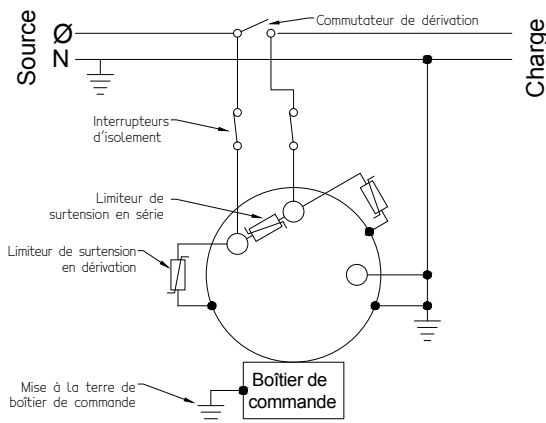
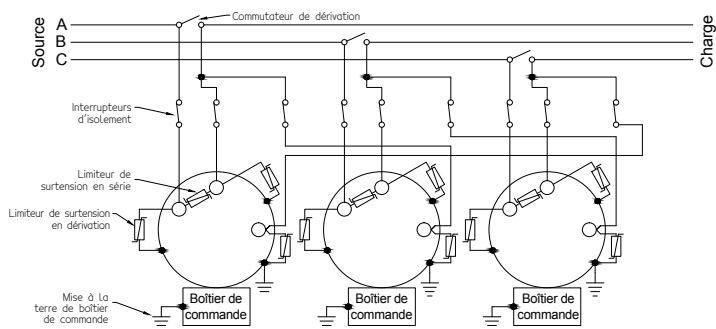

Figure 3. Régulation d'un circuit monophasé
Figure 7. Régulation d'un circuit triphasé à trois fils avec trois régulateurs (connexion en delta fermé)
Un régulateur peut réguler un circuit monophasé ou une phase d'un circuit en étoile ou en delta triphasé. Deux régulateurs connectés phase à phase en delta ouvert ou trois régulateurs connectés phase à phase en delta fermé peuvent réguler un circuit triphasé à trois fils. Dans le cas d'une connexion en étoile, trois régulateurs peuvent réguler un circuit en étoile triphasé à quatre fils à prises de mise à la terre multiples. Trois régulateurs ne doivent pas être connectés directement en étoile sur des circuits triphasés à trois fils en raison de la probabilité d'un décalage du neutre, à moins que le neutre ne soit connecté au neutre d'une batterie de transformateurs de distribution connectés en étoile ou au neutre du secondaire d'un transformateur de sous-station. Les connexions typiques sont illustrées de la Figure 3 à la Figure 7. Consulter la section « Limiteurs de surtension en dérivation » à la page 13 pour obtenir des informations sur l'application de limiteur de surtension en dérivation.
**Note:** Les interrupteurs individuels sont illustrés dans les schémas de connexion typiques (Figure 3 à Figure 7), pour démontrer les fonctions de dérivation et d'isolement. Cependant, il est possible d'utiliser un interrupteur d'isolement-dérivation de régulateur dans chaque phase pour effectuer les opérations de dérivation et d'isolement en séquence. Chacun de ces interrupteurs remplace un interrupteur de dérivation et deux interrupteurs d'isolement indiqués sur les schémas.